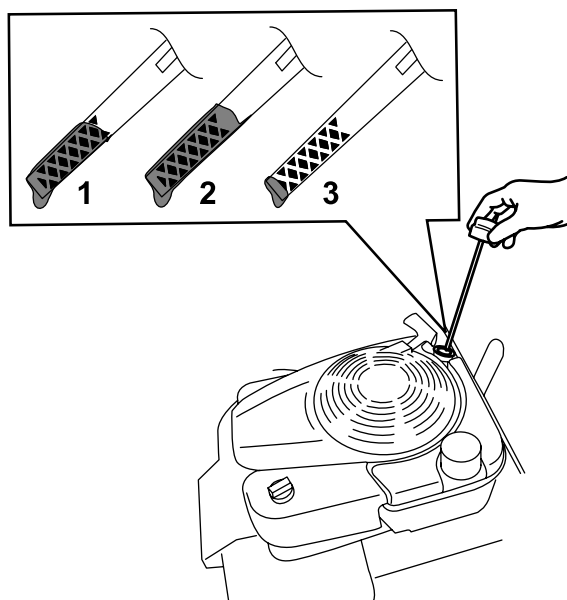

Figura 14
2. Retire a vareta rodando-a no sentido contrário ao dos ponteiros do relógio e puxando-a para fora (Figura 14).
5. Leia o nível de óleo na vareta (Figura 14).
- Se o nível de óleo na vareta estiver demasiado baixo (Figura 14), deite cuidadosamente uma pequena quantidade de óleo detergente SAE 30 ou SAE 10W-30 para o tubo de enchimento de óleo, aguarde 3 minutos e volte a repetir os passos 3 a 5 até o nível de óleo na vareta estar no nível correto. Verifique o tipo de óleo, consulte Substituição do óleo do motor \(página 21\).
- Se o nível de óleo na vareta estiver demasiado alto (Figura 14), drene o óleo em excesso até que o nível de óleo na vareta se encontre no nível correto; consulte Substituição do óleo do motor \(página 21\).